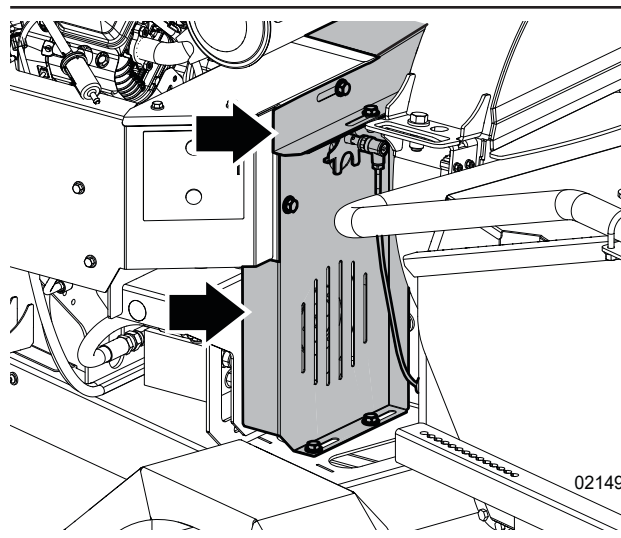

Fig. 53—Protections inférieure et supérieure de la courroie d'entraînement
1. Retirez les fixations et les protections supérieures et inférieures de la courroie d'entraînement. Consultez la Fig. 53.